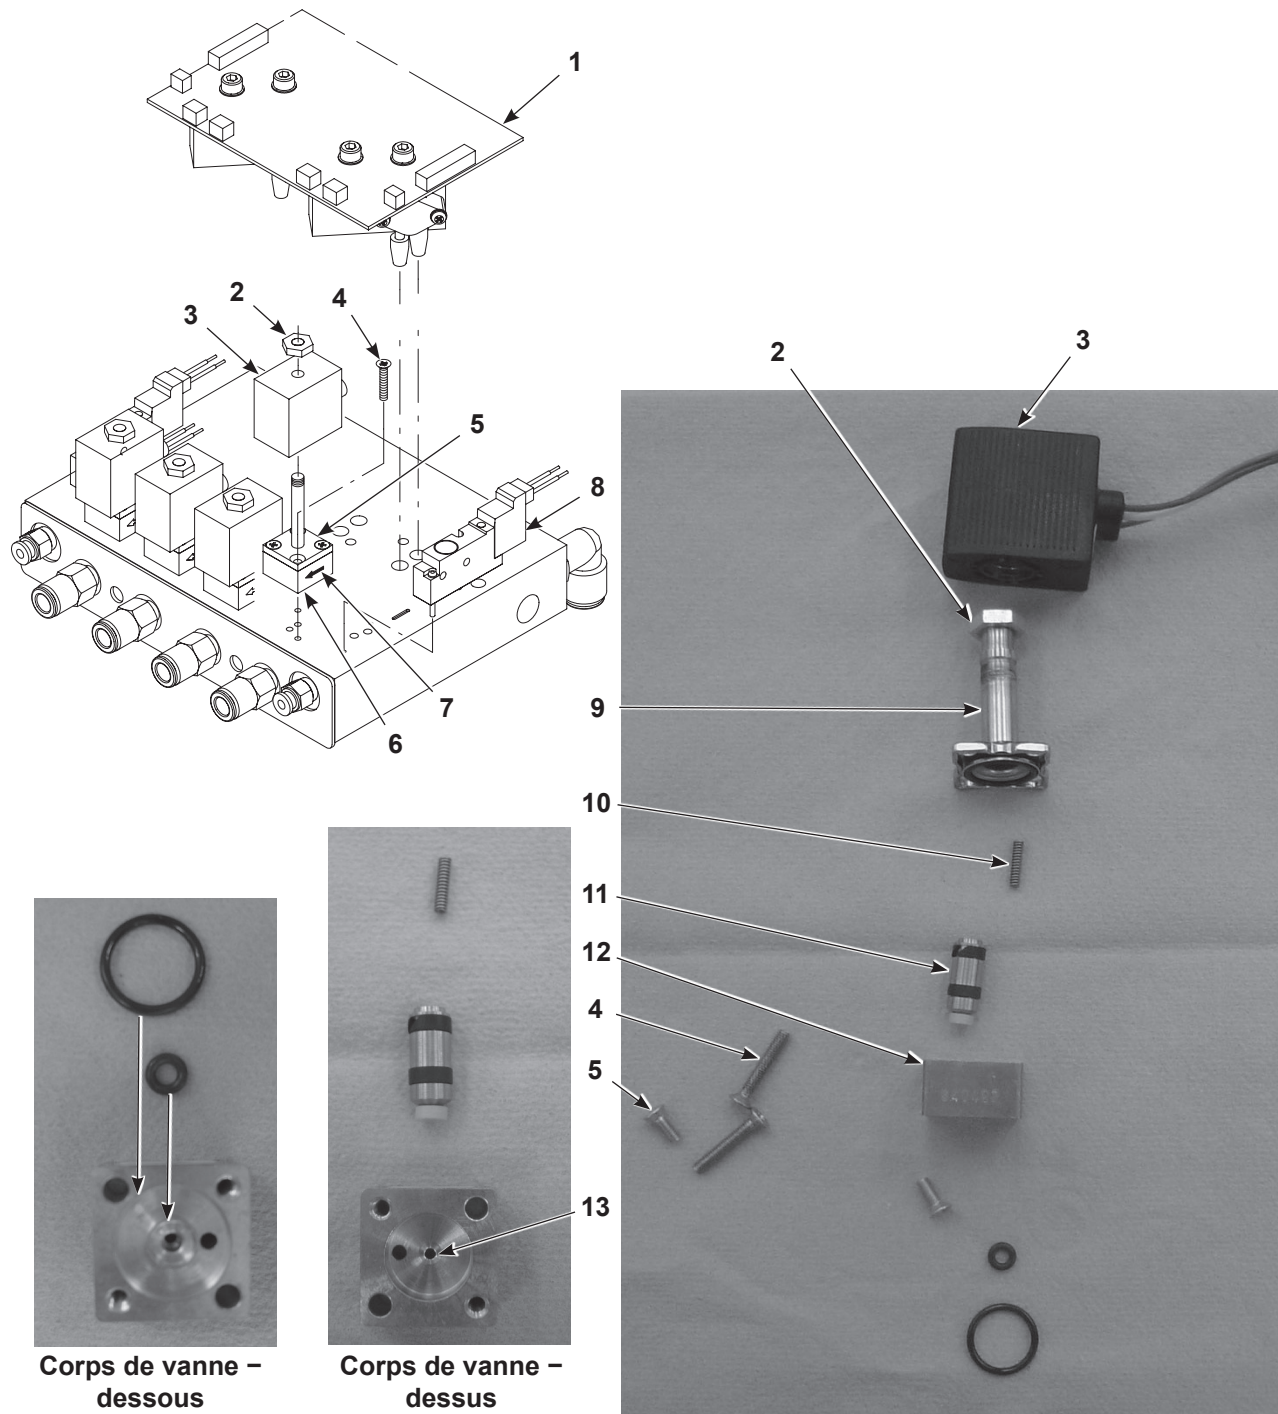

Figure 5-1 Dépose et remplacement de la vanne proportionnelle du module iFlow
Voir la Figure 5-1. Une source d'air encrassée peut entraîner un dysfonctionnement de la vanne proportionnelle (6). Suivre ces instructions pour démonter et nettoyer la vanne.
1. Débrancher les fils de la bobine (3) de la carte (1). Retirer l'écrou (2) et la bobine de la vanne proportionnelle (6).
2. Retirer les deux longues vis (4) pour pouvoir déposer la vanne proportionnelle du collecteur.
Voir la Figure 5-1. Pour démonter les électrovannes des pistolets (8), retirer les deux vis dans le corps de vanne et soulever la vanne du collecteur.